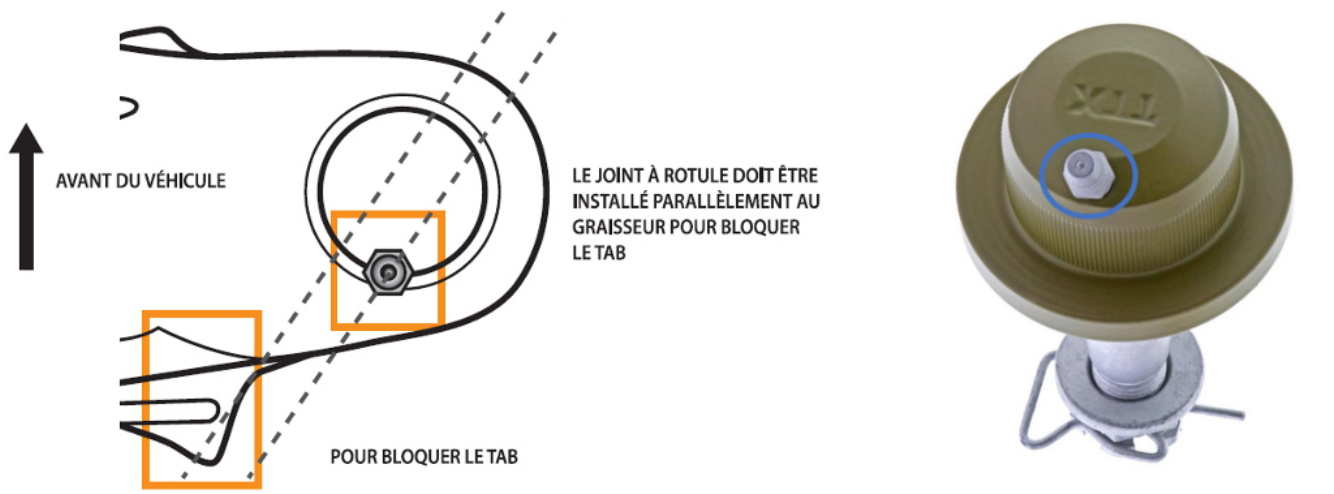

Figure 1. Pour assurer un dégagement adéquat entre les composants, le joint à rotule doit être installé parallèlement à la languette d'arrêt inférieure.
- Le joint à rotule doit être installé de sorte que le raccord de graissage soit positionné parallèlement à la languette d'arrêt inférieure de l'essieu. **Voir la figure 1.**